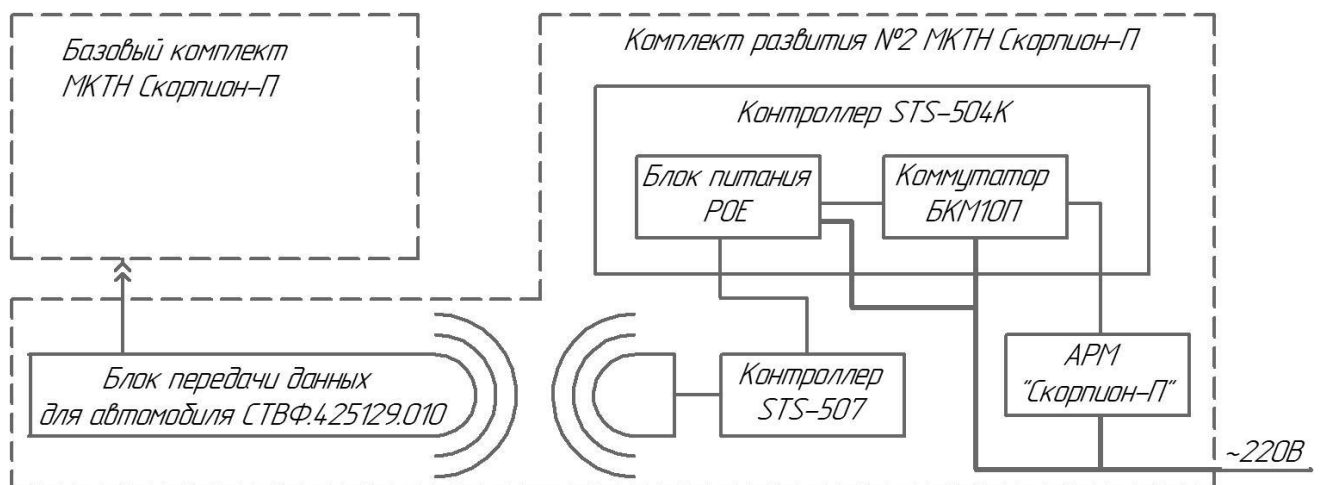
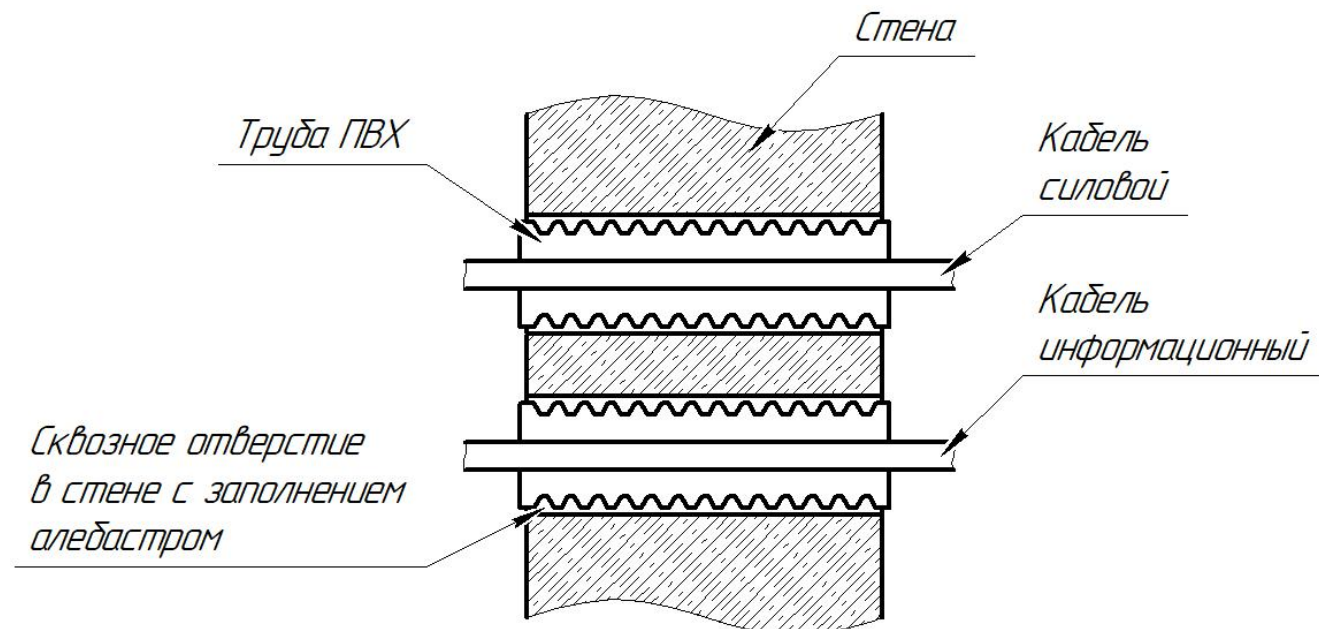

Рисунок 2.18
Рисунок 2.24
- подключить к коммутатору БКМ10П сетевой кабель от АРМ Скорпион-П согласно схеме (рисунок 2.18). Ввод кабеля через стену (рисунок 2.24) в помещение выполнить в металлорукаве. Пространство между материалом стены и металлорукавом уплотнить монтажной пеной или алебастром;